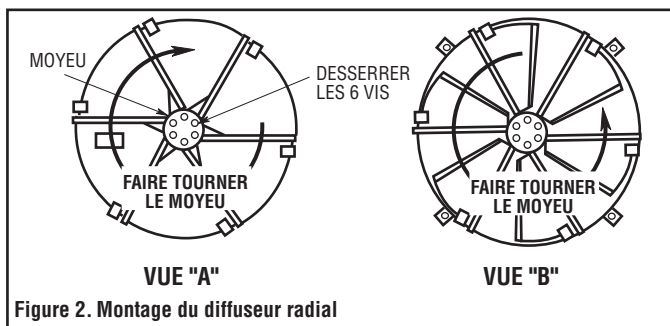

Figure 2. Montage du diffuseur radial
2. Desserrer les six vis du moyeu du diffuseur radial jusqu'à ce que les ailettes se déplacent facilement. (Voir la figure 2, vue A).
4. Introduire les tiges des ailettes dans les trous correspondants du tronçon vertical tout en faisant tourner le moyeu du diffuseur radial dans le sens anti-horaire. (Voir la figure 2, vue B).
3. Pour le diffuseur moyen (-M), glisser l'anémostat dans le tronçon vertical et le fixer à l'aide de trois boulons de 19 mm (N° 10-32 x 3/4 po) d'écrous et de rondelles d'espacement. (Voir la figure 2, vue B).